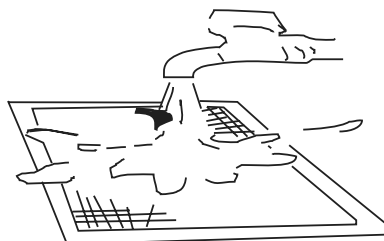

Рис. 3
- При промывании фильтра в воде держите его загрязненной поверхностью вниз (рис. 3).